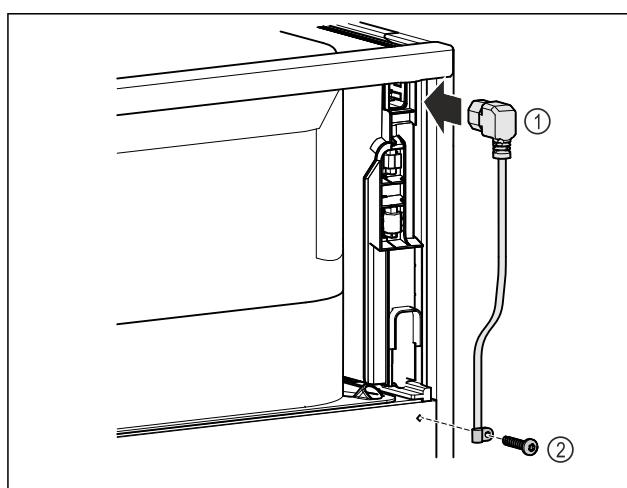

Fig. 11
► 插上冰箱背面电源线的冰箱插座 Fig. 11 (1)。
► 安装张力释放线扣。Fig. 11 (2)